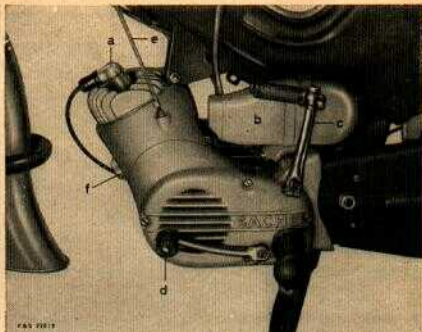
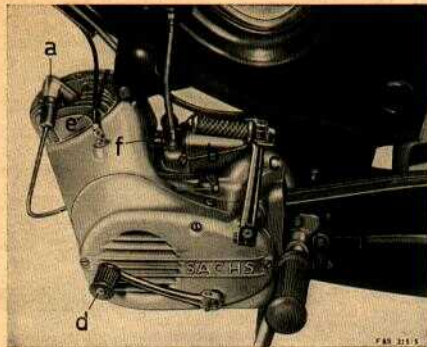
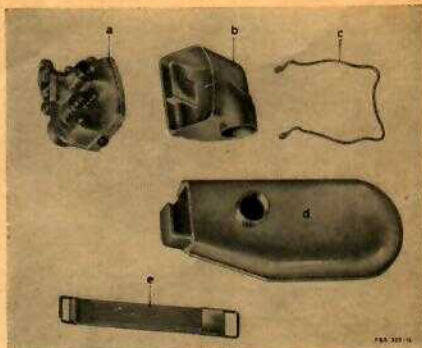
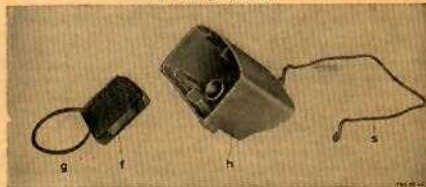

Bild 2
Bild 3 SACHS 50/3 u 4 MLFB von links
Bild 6
Bild 7 Luftfilter im Vergaser
- a) beim Motor SACHS 50/4 LKH der Ansauggeräuschkämpfer b (Bild 2),
- b) bei den Motoren SACHS 50/4 MLFB und SACHS 50/3 MLFB die Filterkappe b (Bild 3) abzunehmen.
- Ferntupfer f (Bild 2) bzw. Tupfer f (Bild 3) 4...5 Sekunden ruhig herunterdrücken,
Nötige Filterreinigung siehe Prüf- und Reinigungsplan Seite 5. Wird die rechtzeitige Reinigung des Luftfilters unterlassen, tritt vorzeitiger Verschleiß der Triebwerksteile ein. Zum Reinigen wird der Ansauggeräuschkämpfer b (Bild 2) nach Aushängen des Befestigungsgummis durch leichtes Drehen (nicht ziehen) entfernt. Ansauggeräuschkämpfer mit Luftfilter in Kraftstoff oder Petroleum auswaschen, trocknen. Vor dem Einbau Luftfilter mit Motorenöl leicht benetzen. Beim SACHS 50/3 und 4 MLFB wird zum Reinigen der Spannbügel s (Bild 7) hochgedrückt, die Filterhaube mit eingesetztem Filter läßt sich dann leicht abnehmen. Der Filtereinsatz wird gut in Kraftstoff ausgewaschen und dann, am besten mit Preßluft, ausgeblasen. Vor dem Einsetzen ist das Filter mit Motorenöl zu benetzen.
Abnehmen der Filterkappe b (Bild 6) bzw. h (Bild 7).